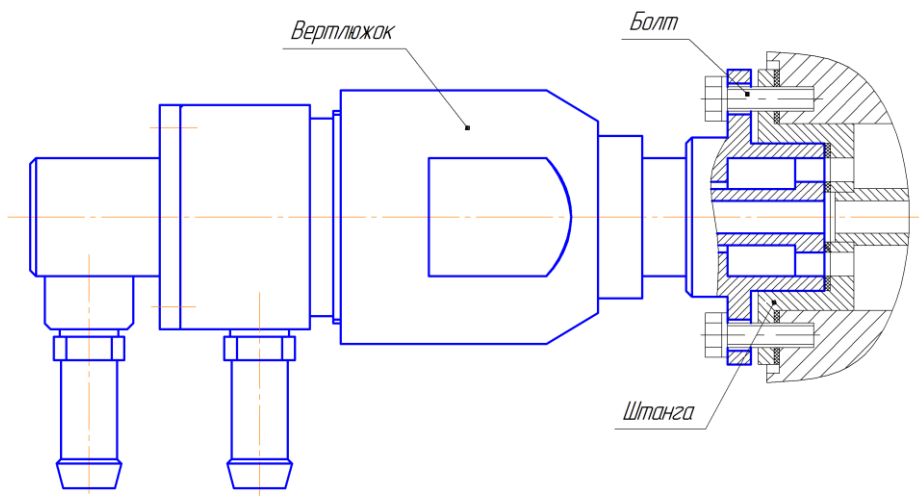

Рис.3
- проверить штангу (см. рис.3) для присоединения шпинделя вертлюжка. На штанге не должно быть грязи, ржавчины и других дефектов, которые могут отрицательно сказываться на герметичности соединения;
- затянуть болты (см. рис.3), затем проверить герметичность соединения шпинделя с валом и биение корпуса вертлюжка, которое может возникнуть